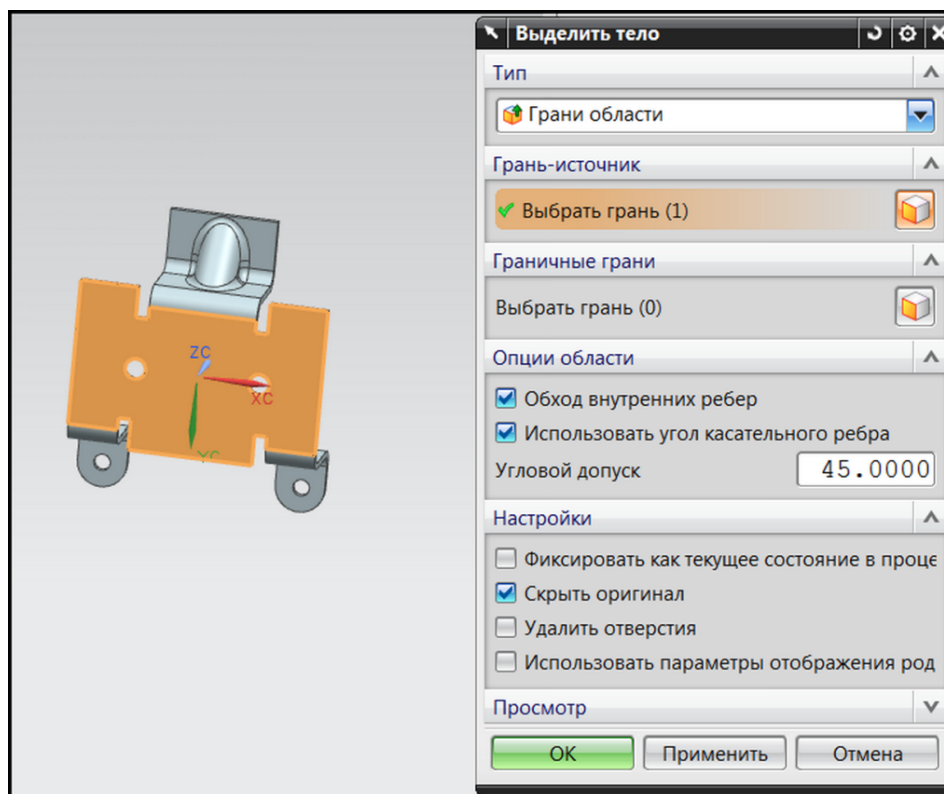

Рис. 2.3. Выделение наружной поверхности (по матрице)
- поставьте галочку в **Настройках** в поле кнопки **Скрыть оригинал** (рис. 2.3);